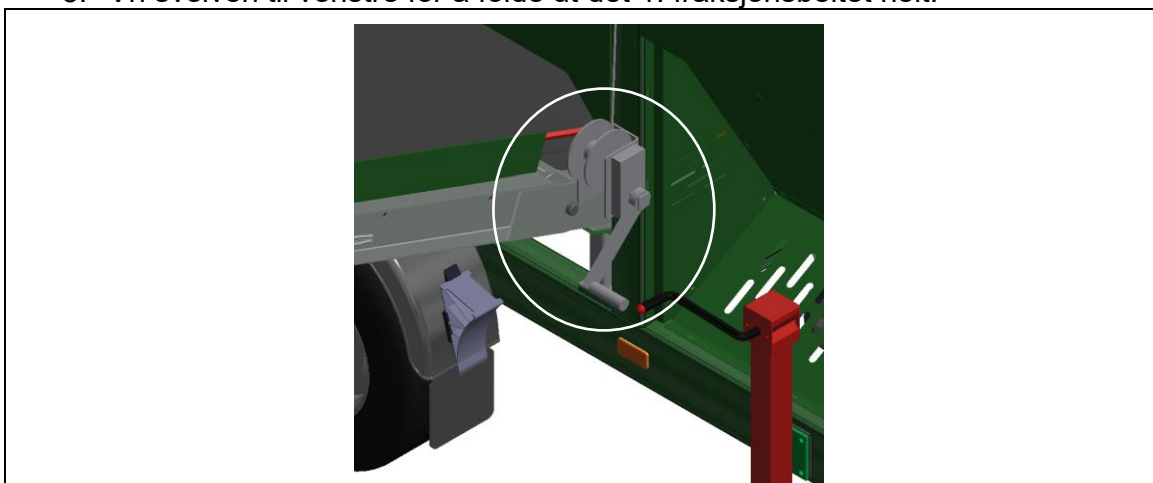

Fig. 8-1: Vinsj for 1. fraksjonsbelte
1. Sett håndsveiven på kabelvinsjen (Se Fig. 8-1).
1. Sett hånd sveiven på kabelvinsjen (Se Fig. 8-1).